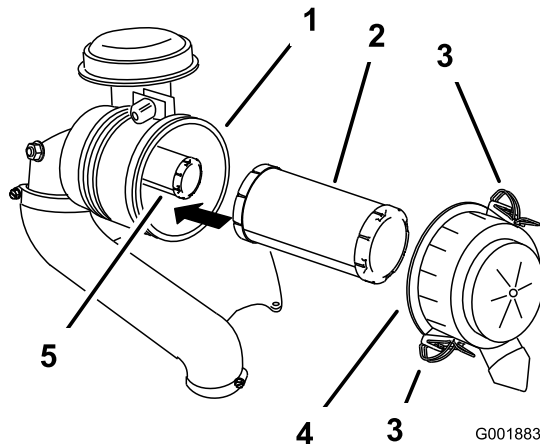

Figura 37
4. Abra los cierres del limpiador de aire y tire de la tapa de la entrada de aire para separarla del cuerpo del limpiador de aire (Figura 37).
- Extraiga con cuidado el filtro primario de la carcasa del limpiador de aire (Figura 37).
- Si va a cambiar el filtro interior, deslícelo cuidadosamente en el cuerpo del filtro (Figura 37).
- Deslice cuidadosamente el filtro principal por encima del filtro interior (Figura 37).
- Instale la tapa del limpiador de aire y fije los cierres (Figura 37).